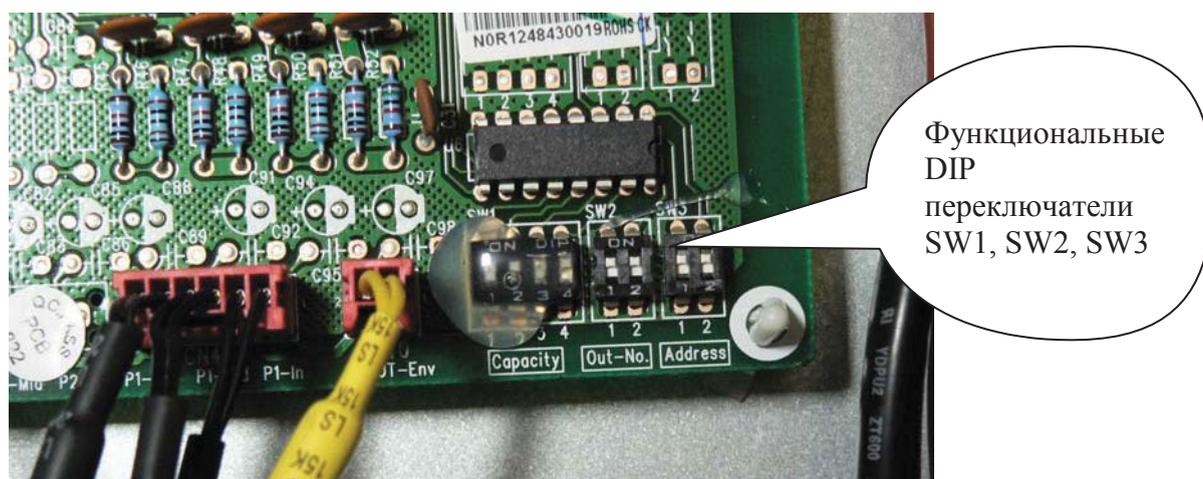

Рис. 7.6
7.2.5 На основной плате внешнего блока расположены функциональные DIP-переключатели SW1(Capacity), SW2(OUT-No.), SW3(Address), (см. рис. 7.6, табл. 7.1).